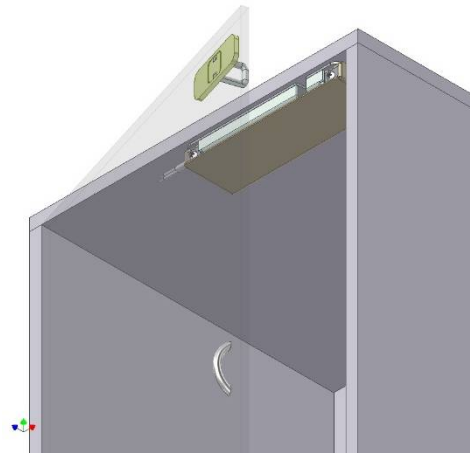

Рисунок 6 - Установка замка для стеклянной двери
- монтажный комплект **МК AL-250UZ-Glass** для стеклянных дверей (рисунок 6);